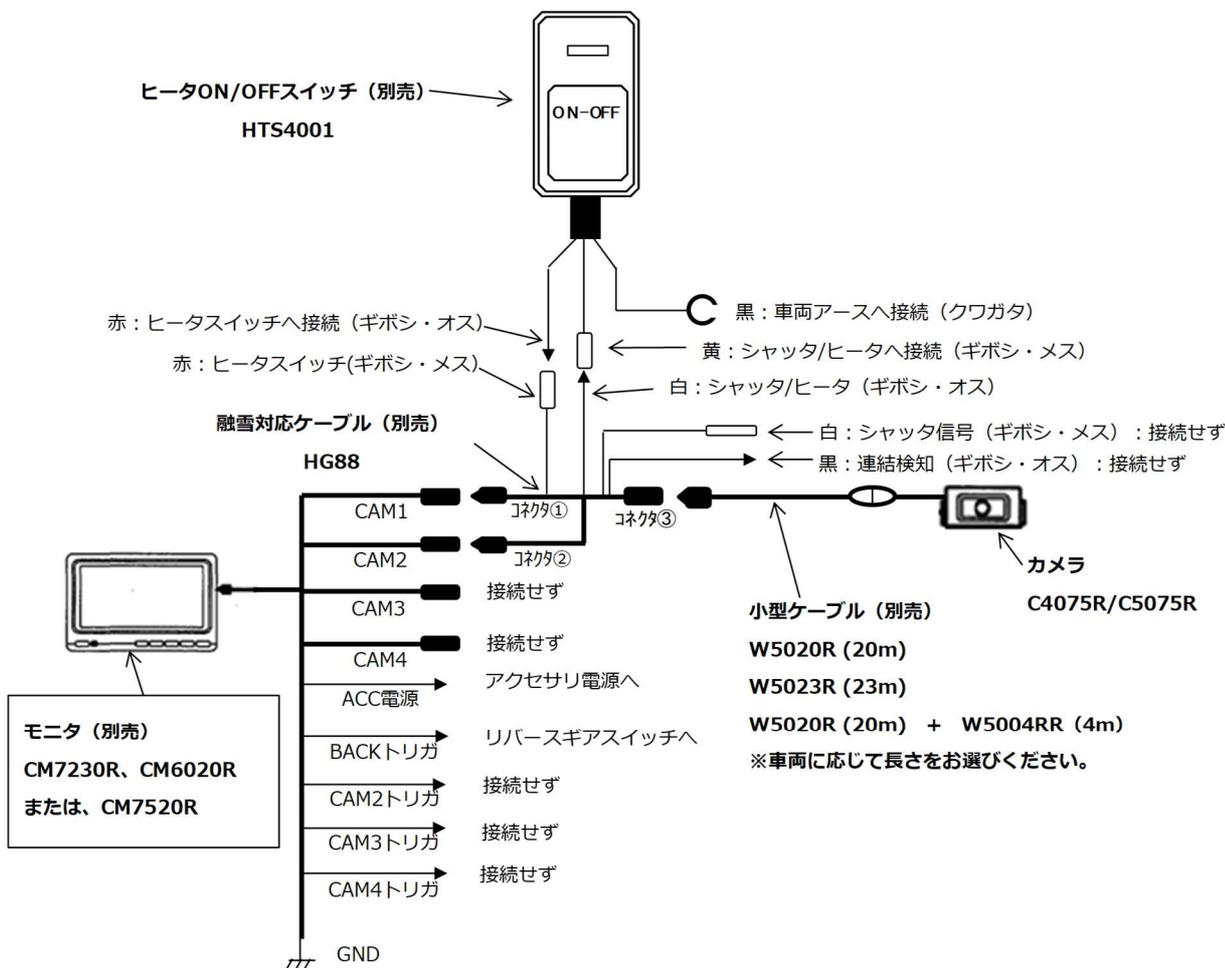

図 1 1カメラ仕様の結線図 (モニターがCM7230Rの場合)
- (1) 融雪対応ケーブル (HG88) を用意し、各配線を下図の通り結線します。(図 1 参照)
- (2) 融雪対応ケーブルにヒータON/OFFスイッチを結線します。